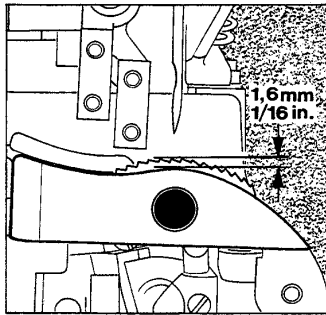
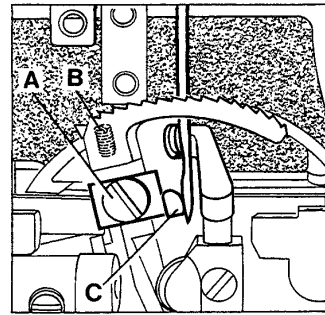

Fig. 9
Fig. 10
The lower feed dog is set correctly when its teeth rise slightly more than the depth of a full tooth (approx. 1.6 mm (1/16") above the throat plate (see Fig. 9). To raise or lower the feed dog loosen screw (A, Fig. 10) and set the feed dog to the specified height. Retighten screw (A). Now reset stop screw (B) in feed dog to maintain the adjusted feed dog height.
Set the needle guard (C, Fig. 10) so that it just touches the needle when it is at its most forward point of travel. To move guard forward or backward loosen screw (A) and move needle guard as required. Retighten screw.
Der untere Transporteur ist richtig eingestellt, wenn die Transporteurzähne die Stichplatte etwas mehr als eine volle Zahnhöhe (ca. 1,6 mm) überragen (siehe Fig. 9).
Zum Höher- oder Tieferstellen des Transporteurs lösen Sie die Schraube (A, Fig. 10) und stellen den Transporteur auf die vorgeschriebene Höhe. Ziehen Sie die Schraube (A) wieder an. Nun stellen Sie die Anschlagsschraube (B) im Transporteur so, daß die eingestellte Transporteurhöhe erhalten bleibt.
Stellen Sie den Nadelanschlag (C, Fig. 10) so, daß er die Nadel gerade leicht berührt, wenn er am vordersten Punkt seiner Bewegung steht. Zum Verstellen des Anschlags nach vorne oder hinten lösen Sie die Schraube (A) und stellen den Anschlag entsprechend ein. Ziehen Sie die Schraube wieder an.